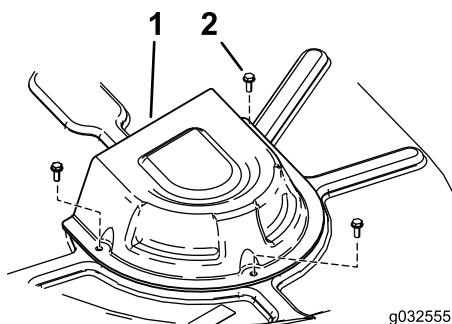

Figure 68
4. Déposez les couvercles de poulie (Figure 68).
8. Reposez les couvercles de poulie (Figure 68).